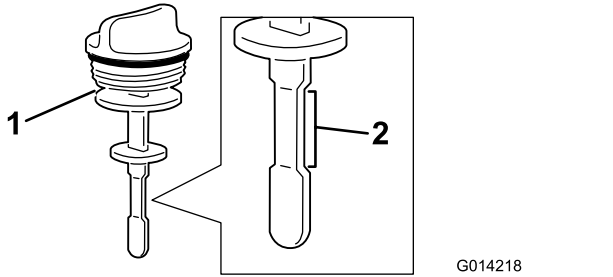

Figura 95
4. Retire la varilla del cuello de llenado y compruebe el nivel de fluido (Figura 95).